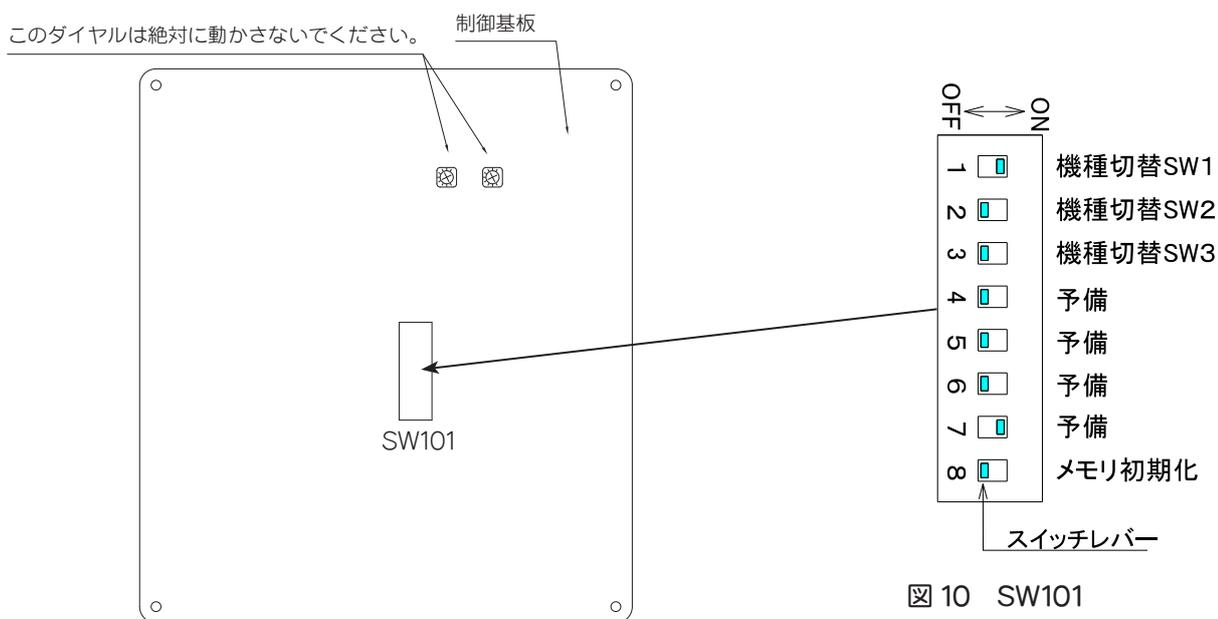

図9 制御基板
- ①電源を切る。
- ②前面板（上）を開く。
- ③操作パネルの固定ネジ（4本）を外し、操作パネルを開く。
- ④SW101の各スイッチを切り替える。（☞ ページ56、図9、10参照）
- ⑤操作パネル、前面板（上）を元に戻す。
- ⑥電源を入れる。